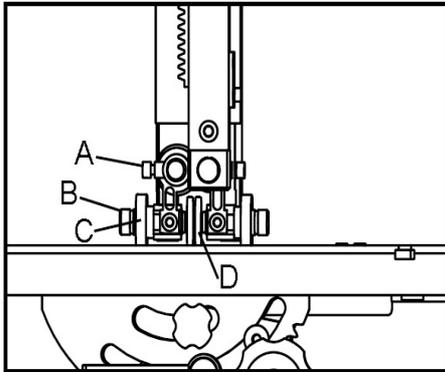

Abb. 14: Sägebandführung
Schritt 3: Um die seitlichen Führungsrollen (Abb. 14; D) zu verstellen, lösen Sie die Spannplatten (Abb. 14; C) und verstellen Sie die Führungsrollen mit der Einstellschraube (Abb. 14; B) so, dass zwischen diesen und dem Sägeband ein Spalt von ca. 0,5-0,7 mm ist. Wenn der Spalt zu gering eingestellt ist, werden die Sägebänder schneller verschleifen!
Schritt 4: Klemmen Sie die Schrauben (Abb. 14; C) wieder.
Schritt 5: Lösen Sie die Schraube (Abb. 14; A) und schieben Sie die hintere Führungsrolle an den Sägebandrücken.
Schritt 6: Klemmen Sie die Schraube (Abb. 14; A) wieder.